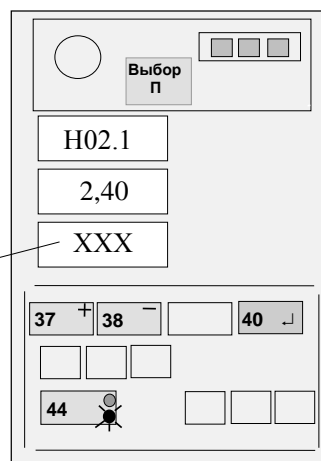

Рисунок 18
Нажать на время 1 с кнопку "↓" (40) и, проконтролировав короткий звуковой сигнал, отпустить кнопку (см. рисунок 18).